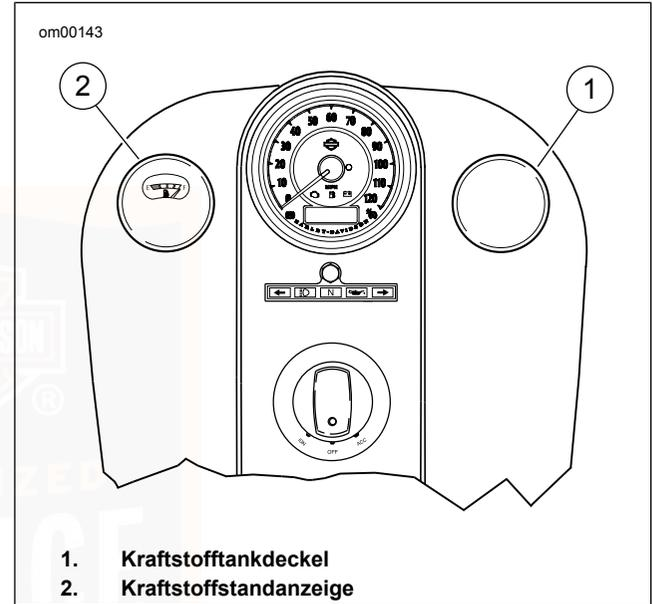

Abbildung 26. Kraftstofftankdeckel und -standanzeige (typisch)
Siehe Abbildung 26. Der Kraftstofftankdeckel (1) befindet sich auf der rechten Seite des Kraftstofftanks. Die Kraftstoffstandanzeige (2) kann NICHT ausgebaut werden.